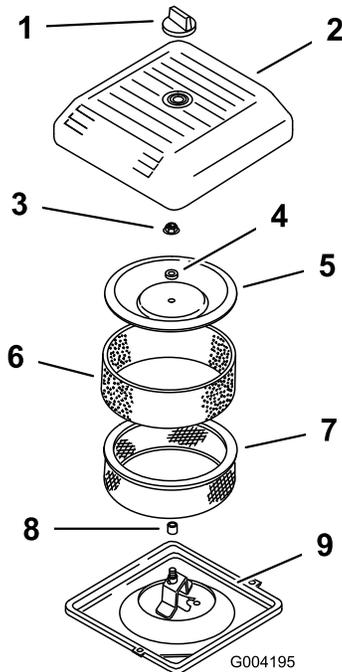

Figure 18
3. Dévissez le bouton et déposez le couvercle du filtre à air (Figure 18).
4. Glissez délicatement le préfiltre en mousse hors de l'élément en papier (Figure 18).
5. Dévissez l'écrou du couvercle et enlevez le couvercle, l'entretoise et l'élément en papier (Figure 18).
2. Posez l'ensemble filtre à air sur sa base (Figure 18).
3. Montez le couvercle, l'entretoise et fixez-les avec l'écrou du couvercle (Figure 18). Serrez l'écrou à 11 Nm (95 lb-po).
4. Reposez le couvercle et fixez-le à l'aide du bouton (Figure 18).